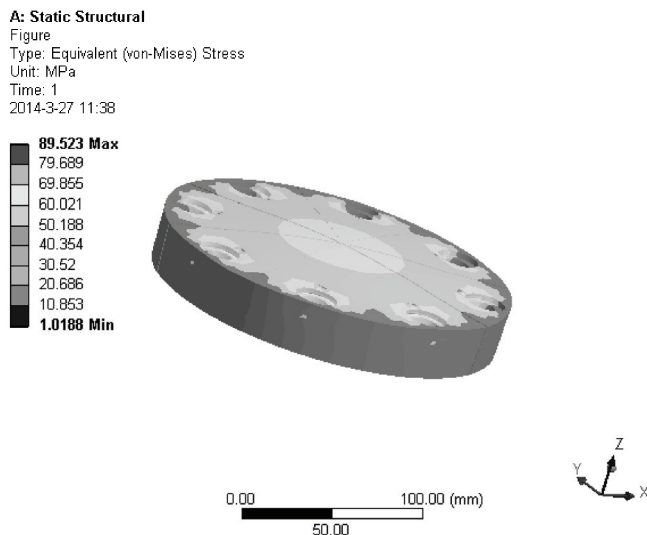

图 20-12 等效应力的等值线云图
7) 在 Outline 树结构图中的 Equivalent Stress 上单击右键，在弹出的快捷菜单中选择 Evaluate All Results，此时进行求解，求解后得到的图形如图 20-12 所示。